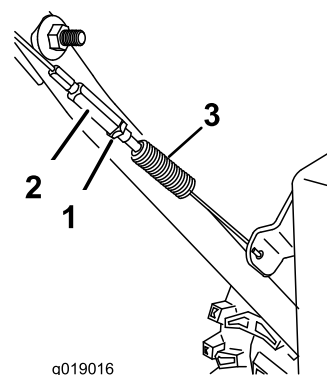

Figure 19
3. Resserrez l'écrou de blocage (Figure 19).